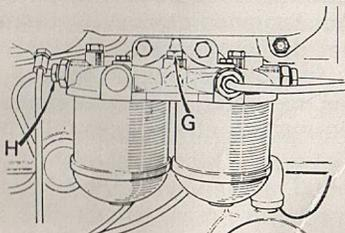

FIGURE 5/11.
3. Nettoyer l'extérieur des filtres. Démontez le bouchon G. Fig. 5/11 puis desserrer le raccord H. Actionner la pompe d'alimentation puis resserrer dans l'ordre G puis H pendant que le gas-oil s'écoule à chacun de ces raccords.